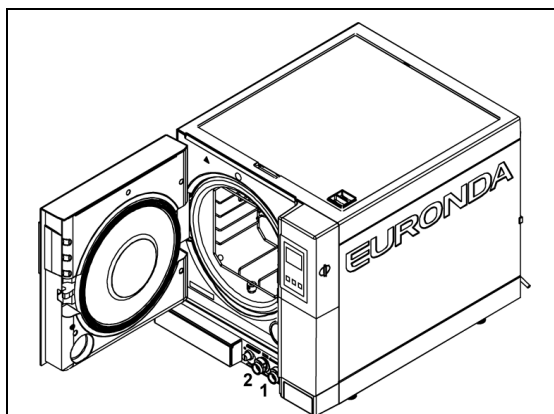

Fig. 9.2-4
1. Vaciar el depósito del agua limpia: insertar el extremo empalmado del tubo que forma parte del equipo base en el empalme situado en la parte inferior del frontal (1 en la Fig. 9.2-4) y el otro extremo en un recipiente vacío.
2. Vaciar el depósito interior de recogida del agua usada: insertar el tubo transparente que forma parte del equipo base del aparato en el empalme situado en la parte inferior del frontal (2 en la Fig. 9.2-4) y el otro extremo en un recipiente vacío.